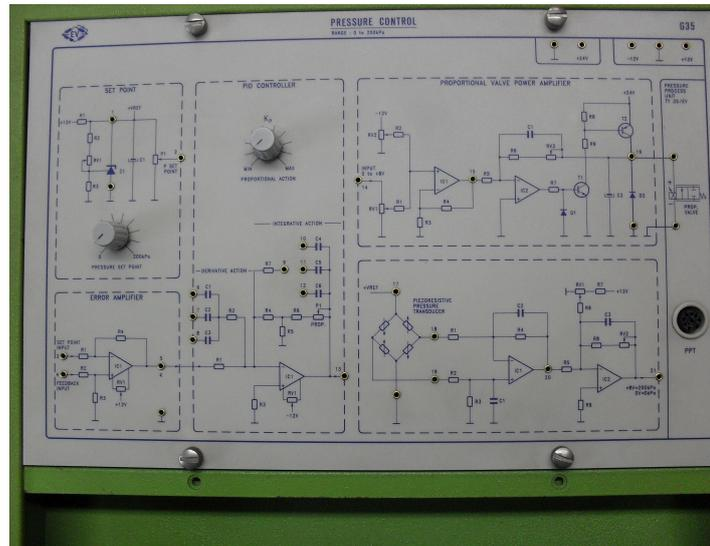

Figura 38: Módulo de Presión.
- Módulo de Presión *G36/EV*, figura 38.